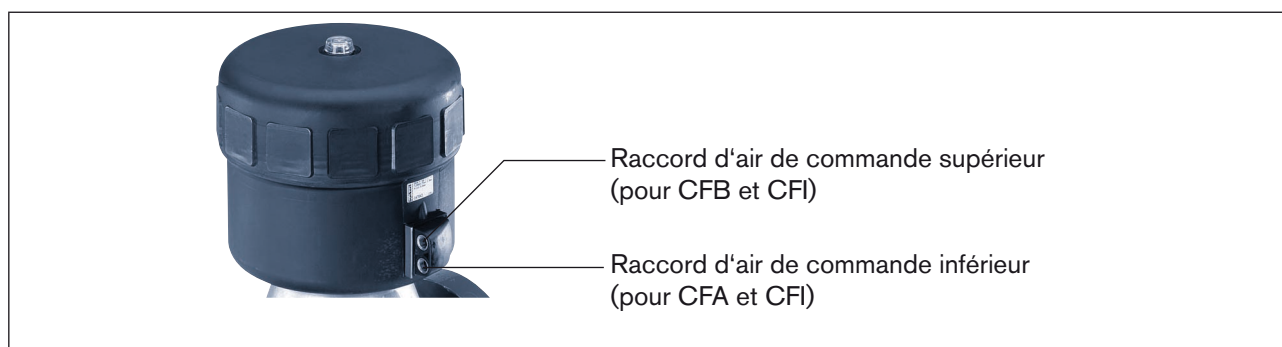

Figure 15 : Raccord d'air de commande
→ Appliquez de l'air comprimé sur le raccord d'air de commande (valeur indiquée sur la plaque signalétique) (voir *Figure 15 : Raccord d'air de commande*).
- Appliquez de l'air comprimé sur le raccord d'air de commande (valeur indiquée sur la plaque signalétique) (voir *Figure 15 :Raccord d'air de commande*).
- Appliquez de l'air comprimé sur le raccord supérieur d'air de commande (valeur indiquée sur la plaque signalétique) (voir *Figure 15 :Raccord d'air de commande*).